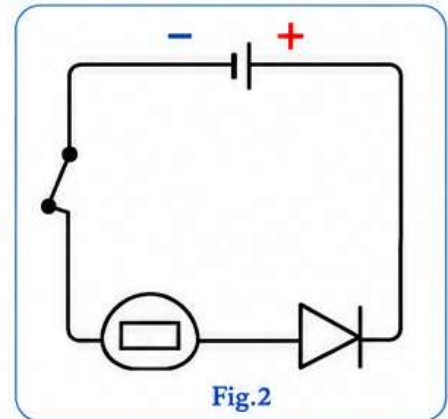

Fig.2
- ➡ Dans la fig.2, la diode ne laisse pas passer le courant. On dit qu'elle est branchée dans **le sens bloquant**.